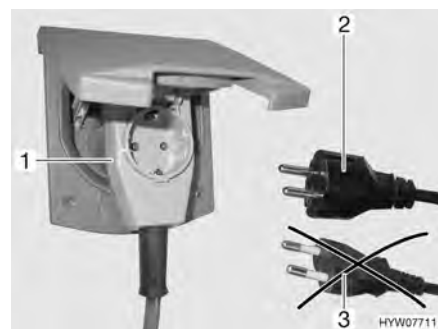

Bild 110 Anslutning till en vinkelkontakt med uttag
- Vid användning av en CEE 17-vinkelkontakt med uttag på baksidan (Bild 110,1) får endast en gummegrad och förseglad IP 44-stickkontakt med skyddskontakt (Bild 110,2) användas. Använd inga stickkontakter utan skyddskontakt (Bild 110,3). Risk för strömstötar!